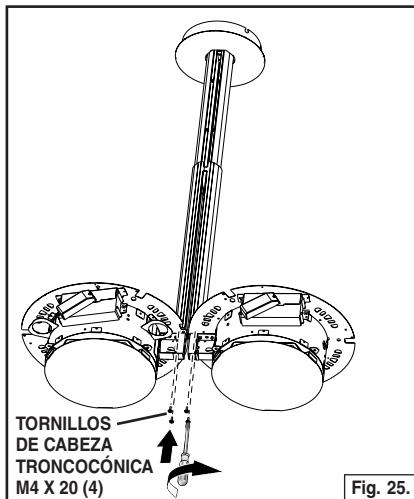
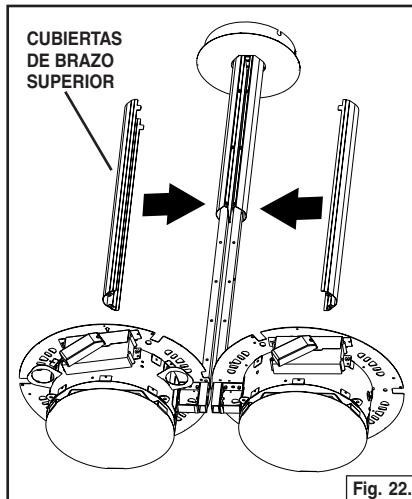

Fig. 22.
Fig. 23.
1. Fije (2) cubiertas de brazo superior a los soportes superiores con (12) tornillos de cabeza plana M4 x 6. Quite el revestimiento de protección. Fig. 22 y Fig. 23.